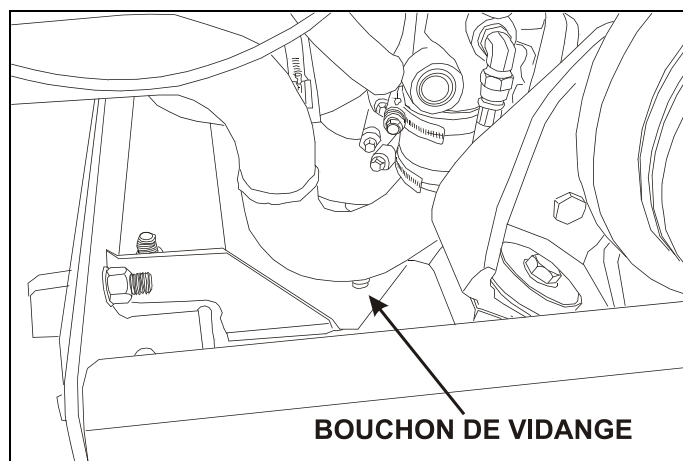

FIGURE 5: BOUCHON DE VIDANGE DE LA POMPE À EAU 05072
- Dévisser le bouchon de vidange de la canalisation d'admission de la pompe à eau (Fig. 5).